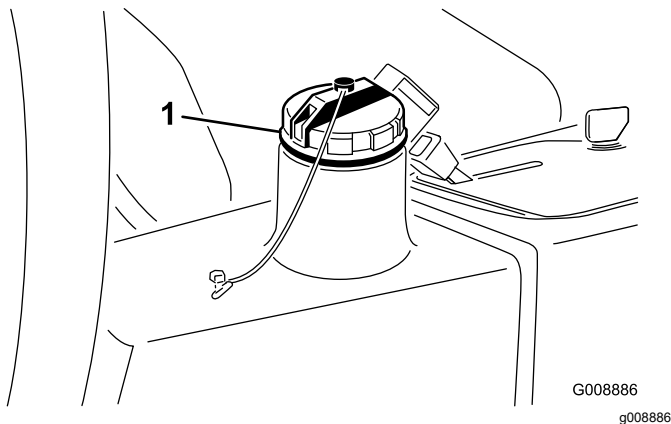

Figure 80
2. Nettoyez la surface autour du goulot et du bouchon de remplissage du réservoir hydraulique (Figure 80).